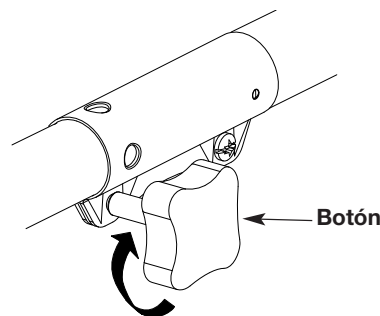

Fig. 3
3. Apriete el botón girándolo hacia la derecha (Fig. 3).